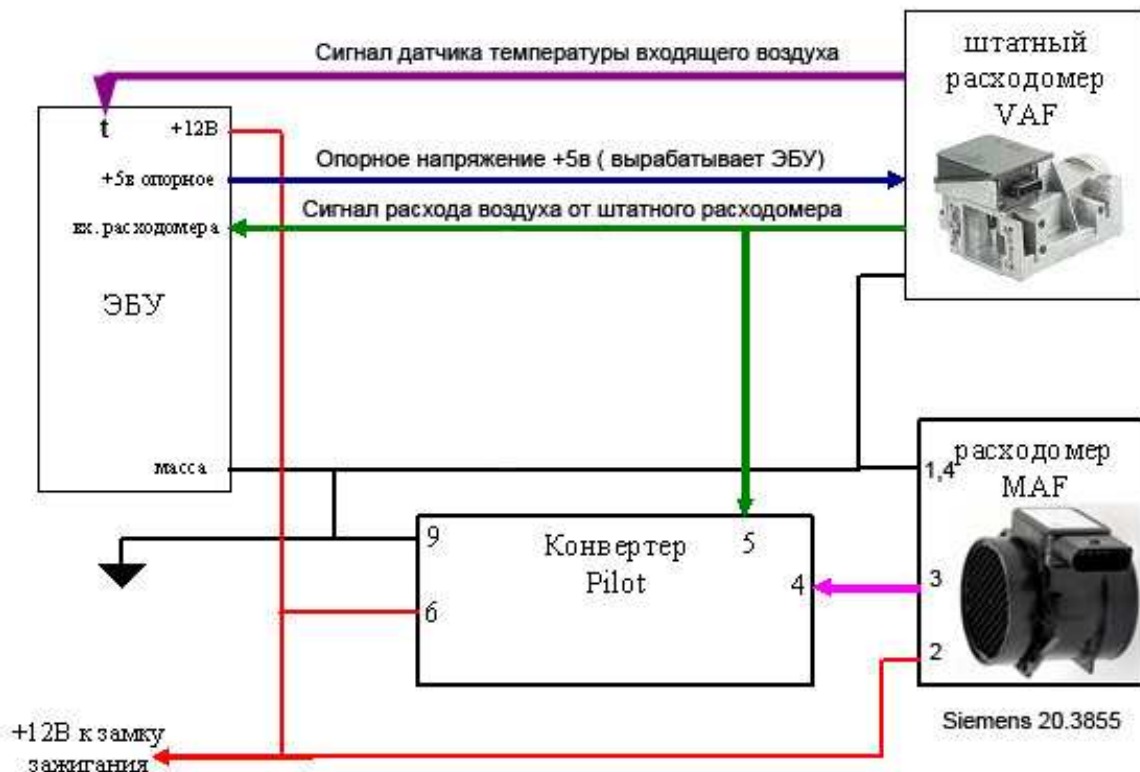

Рис. 3 Схема подключения конвертера в режиме продувки расходомеров одним потоком воздуха
2. Подключите питание конвертера к бортовой сети автомобиля. На соответствующие входы конвертера подайте сигналы расхода штатного расходомера и нового расходомера-заменителя (см. Рис.3).